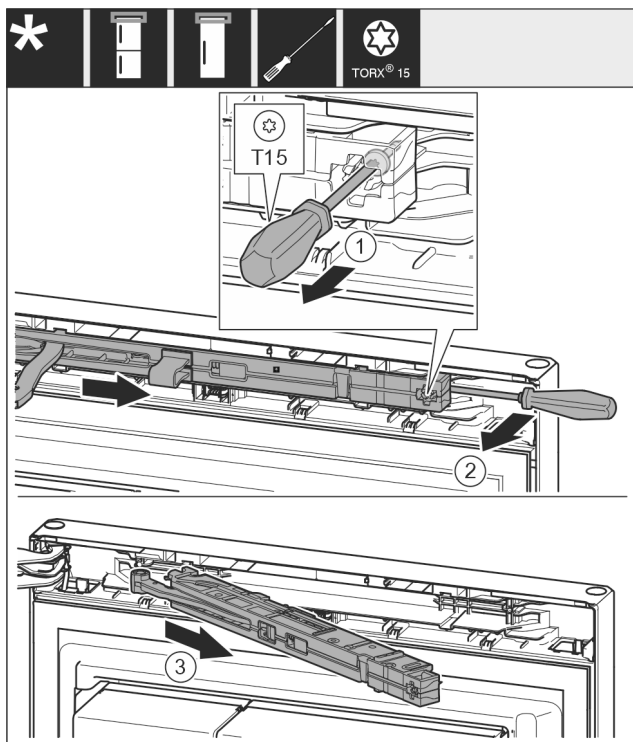

Fig. 11
- Løsn skruen på lukkedæmperenheden med skruetrækker T15 ca. 14 mm. Fig. 11 (1)
- Sæt en skruetrækker ind bag ved lukkedæmperenheden, og drej den fremad. Fig. 11 (2)
- Træk lukkedæmperenheden ud. Fig. 11 (3)